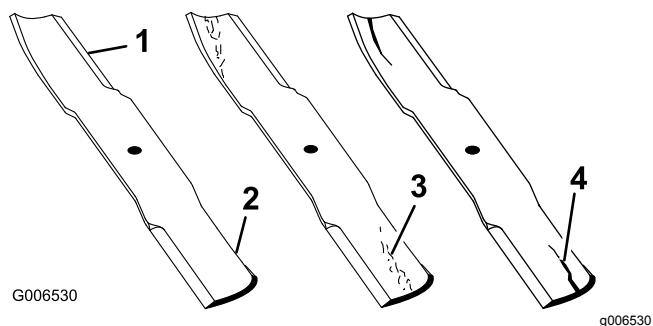

Figure 94
1. Examinez le tranchant des lames (Figure 94).
4. Remplacez immédiatement toute lame fendue, usée ou qui présente une entaille (Figure 94).